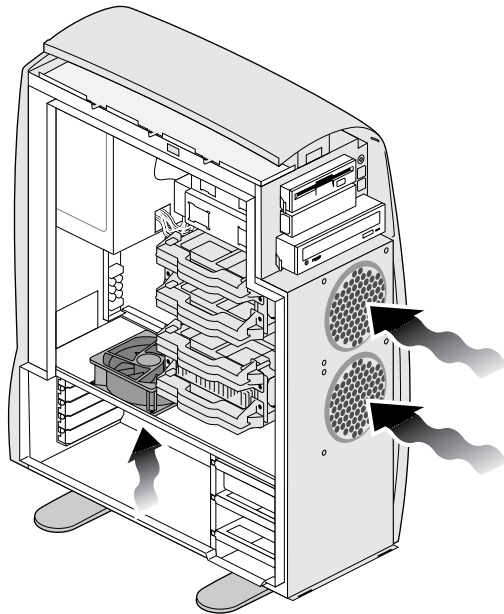

Abbildung 7-13 Überprüfen der Zirkulationsrichtung
1. Suchen Sie auf dem Ersatzlüfter nach dem aufgedruckten Pfeil. Der Pfeil zeigt die Richtung der Luftzirkulation an. Legen Sie den Lüfter so an, daß die Luft in die obere Kammer der Workstation geleitet wird. Siehe Abbildung 7-13.